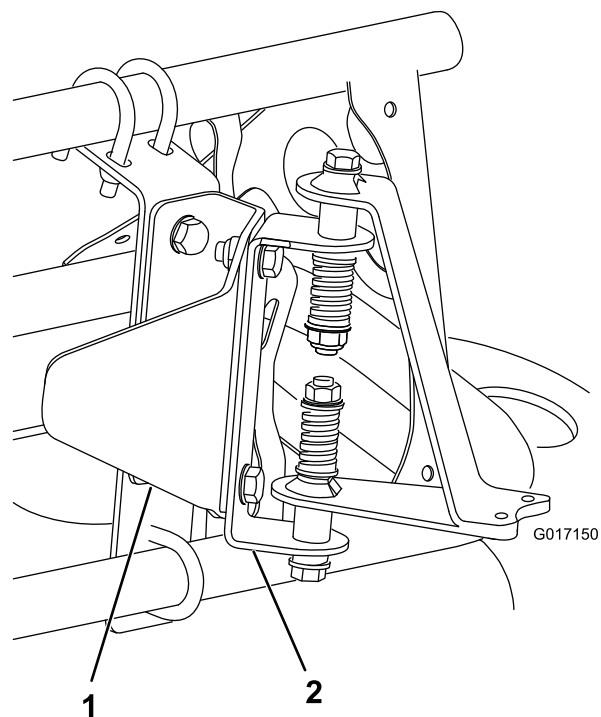
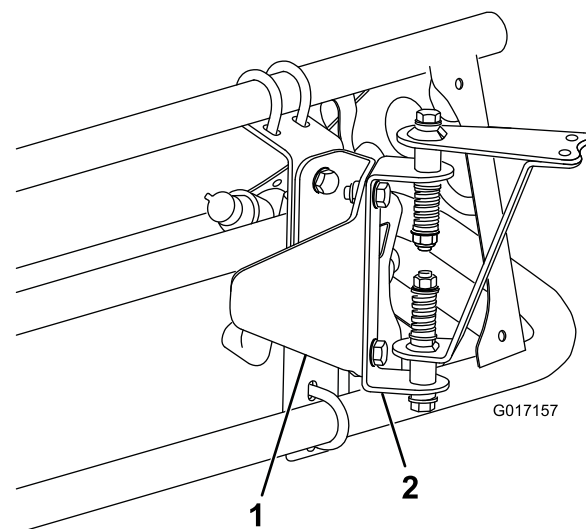

Figure 11
Figure 12
3. Posez les pièces de montage du capteur sur le support de protection avec 2 boulons (5/16 x 3/4") et 2 contre-écrous (5/16"), comme illustré à la Figure 11 (pour une rampe couverte) ou la Figure 12 (pour une rampe découverte).